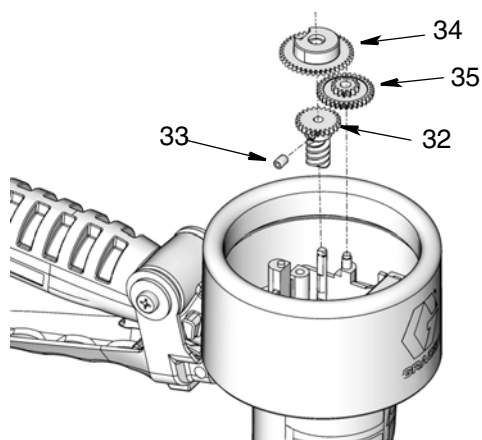

FIG. 21
2. Instale as engrenagens (32, 34, 35), conforme mostra a FIG. 21. Utilize uma chave sextavada de 2 mm para apertar o parafuso de aperto da engrenagem (33).